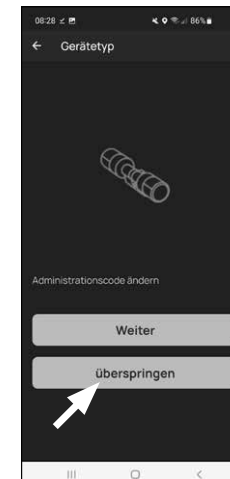

Abb. 6
- 8 Sie erhalten einen Hinweis, dass Sie Ihren Administratorcode ändern können. Da Sie bei Auslieferung bereits einen zufallsgenerierten Administratorcode erhalten haben, ist dieser Schritt nur optional. Sie können ihn mit „Überspringen“ auslassen (Abb. 6).